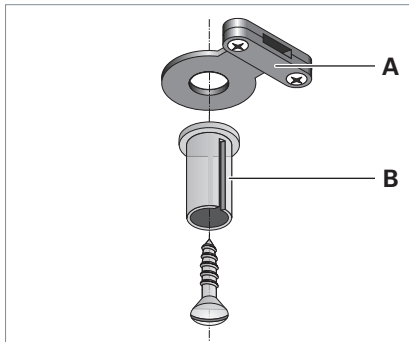

Fig. 3: Monter la fixation pour plafond.
- ▶ Vissez une fixation pour plafond **B** au plafond sur le côté de raccordement du luminaire avec la décharge de traction **A** en utilisant une vis appropriée, voir Fig. 3.
- Bloquez le câble de raccordement dans la décharge de traction **A**, voir Fig. 3.
- ▶ Bloquez le câble de raccordement dans la décharge de traction **A**, voir Fig. 3.